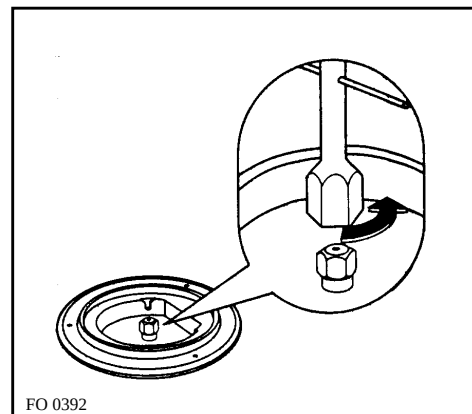

Fig. 14
- Con una chiave a tubo da 7 svitate e togliete (Fig. 14) gli ugelli, sostituendoli con quelli corrispondenti al tipo di gas di funzionamento (vedi tabella nella pagina seguente).